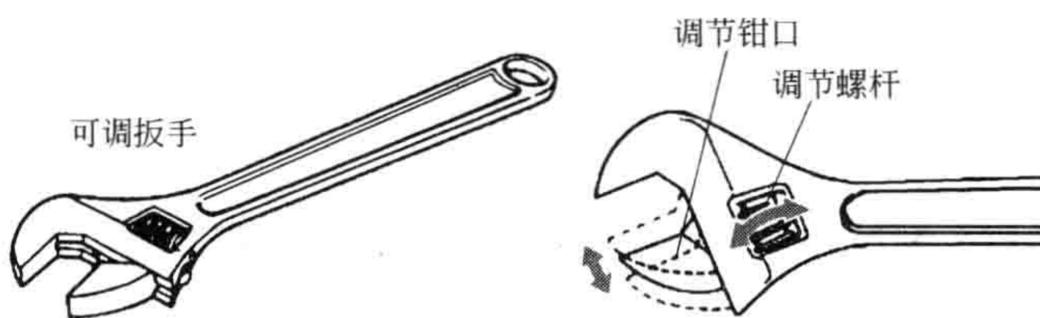

图 1-22 活动扳手及调节机构
① 活动扳手的结构特点。活动扳手也叫可调扳手，适用于尺寸不规则的螺栓、螺母，它能在一定范围内任意调节开口尺寸，如图 1-22 所示。一个可调扳手可用来代替多个开口扳手。活动扳手由固定钳口和可调钳口两部分组成，扳手的开度大小通过调节螺杆进行调整。